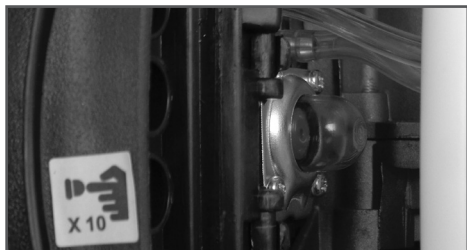

Рис. 15 Ручной топливный насос
3. Нажмите на ручной топливный насос 5-10 раз, до появления в нем топлива. Насос находится в передней части карбюратора со стороны топливного бака за корпусом воздушного фильтра (Рис. 15).